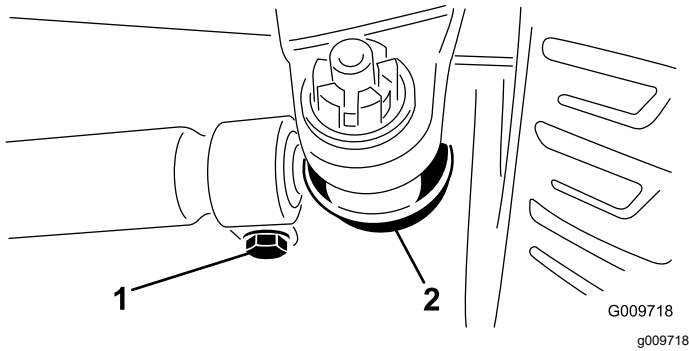

**Figure 114**
2. Mesurez l'entraxe (à hauteur d'essieu) à l'avant et à l'arrière des roues directrices (Figure 114).